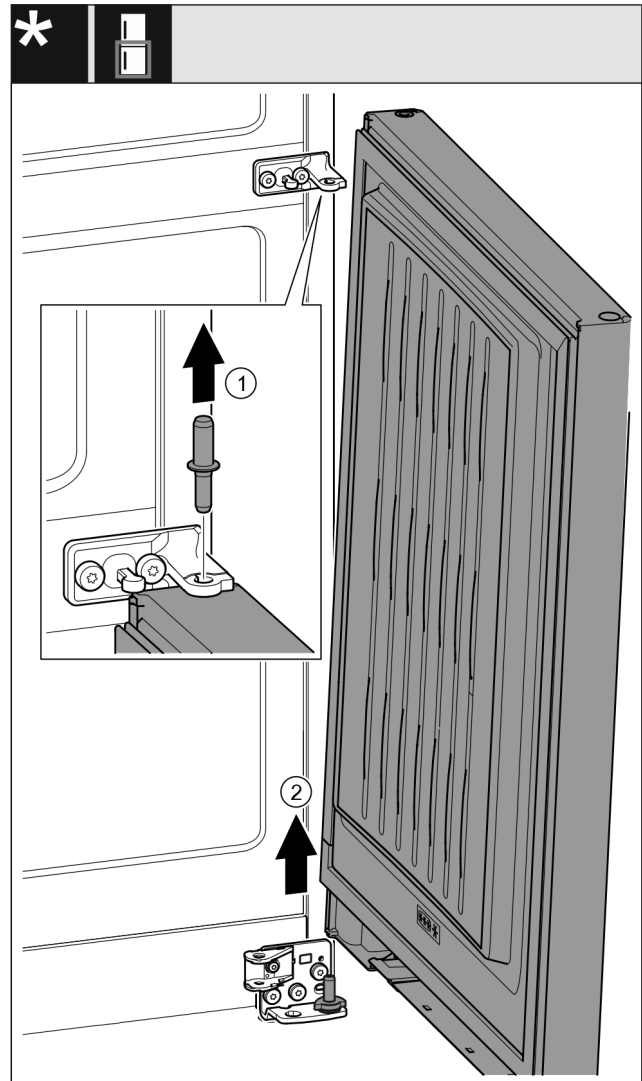

Fig. 27 Mit Schließdämpfer\*
- ▶ Bolzen Fig. 27 (1) nach oben herausziehen.\*
- ▶ Tür Fig. 27 (2) herausheben, nach oben ziehen und beiseitestellen.\*